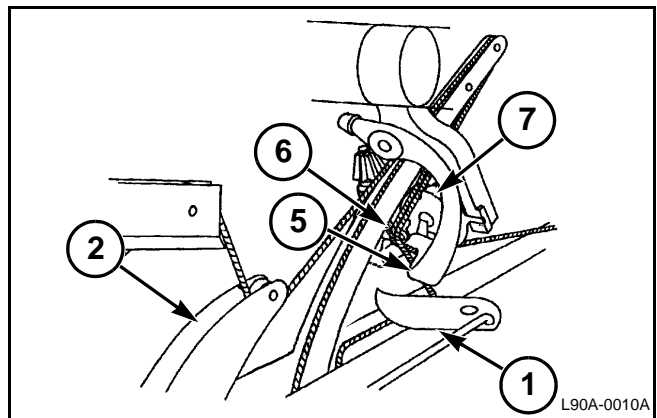

FIG. 8
FIGS. 8–9: La aguja sube por la cámara de fardos y el émbolo, colocando el cordel inferior a lo largo de la parte delantera del fardo. La uñeta del cordel (1) se mueve fuera de la ranura de la aguja. El brazo plegador (2) se sube para quitarse del camino de la aguja. La aguja (3) sigue hacia arriba, recogiendo el cordel superior del rodillo del brazo plegador para que el cordel superior quede en el rodillo superior de la aguja (4). Luego la aguja introduce los cordeles superior e inferior dentro de la ranura del brazo separador (5). La aguja también empuja los dos cordeles en la podadora (6) y en la ranura del disco del cordel (7). La uñeta del cordel toma el cordel inferior de la parte trasera de la aguja y lo introduce en la ranura del brazo separador, colocándola en la ruta de la podadora.